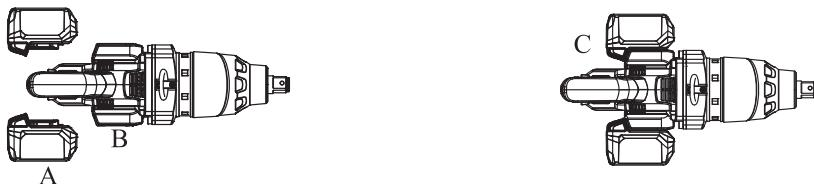

Fig. 4
POUR RETIRER LA BATTERIE : Appuyez sur le bouton de déverrouillage (C) de la batterie et retirez la batterie (A) de l'outil (B). (voir Fig. 4)
POUR INSTALLER LA BATTERIE : Poussez la batterie (A) dans outil jusqu'à ce qu'elle s'enclenche correctement. (voir Fig. 4)